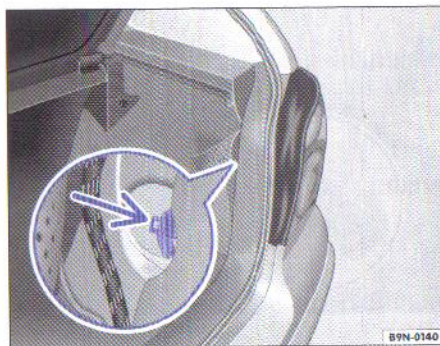

Fig. 35 Fixarea suportului becului lămpii de marșarier
- Desprindeți capitonajul ⇒ fig. 35 din zona lămpii de marșarier.
- Eliberați piulițele ⇒ fig. 35 (săgeata) și scoateți-le.